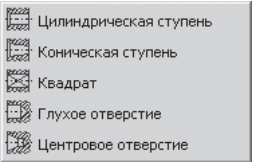

Рис. 3.35. Всплывающее меню после активизации кнопки **Простые ступени**
- щелкните в нижнем окне **Внутренний контур** главного окна системы **КОМПАС-SHAFT 2D** по кнопке  – **Простые ступени** на панели инструментов. Появится всплывающее меню, изображенное на рис. 3.35;